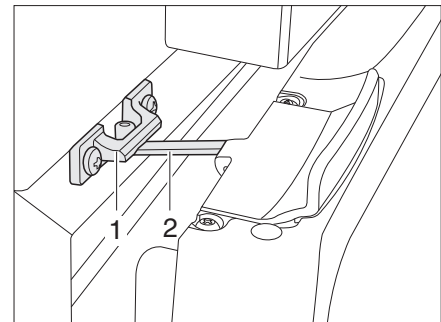

Bild 243 Kälteboxtür in Lüftungsstellung (Thetford)
- Verriegelung (Bild 243,2) aufklappen und in der Verriegelungsaufnahme (Bild 243,1) einrasten. Die Kälteboxtür bleibt damit leicht geöffnet.